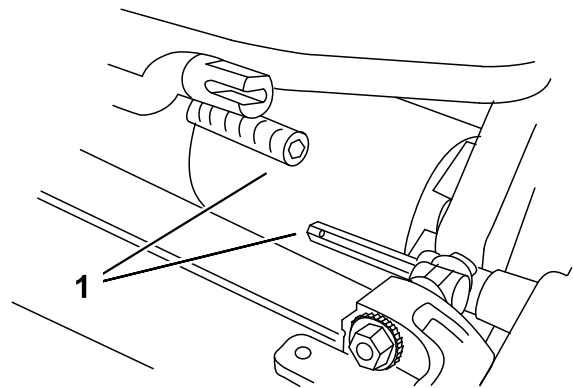

图7
3. 将滚刀组推入主机下方左侧的位置，接合变速箱联轴器 (图7)。